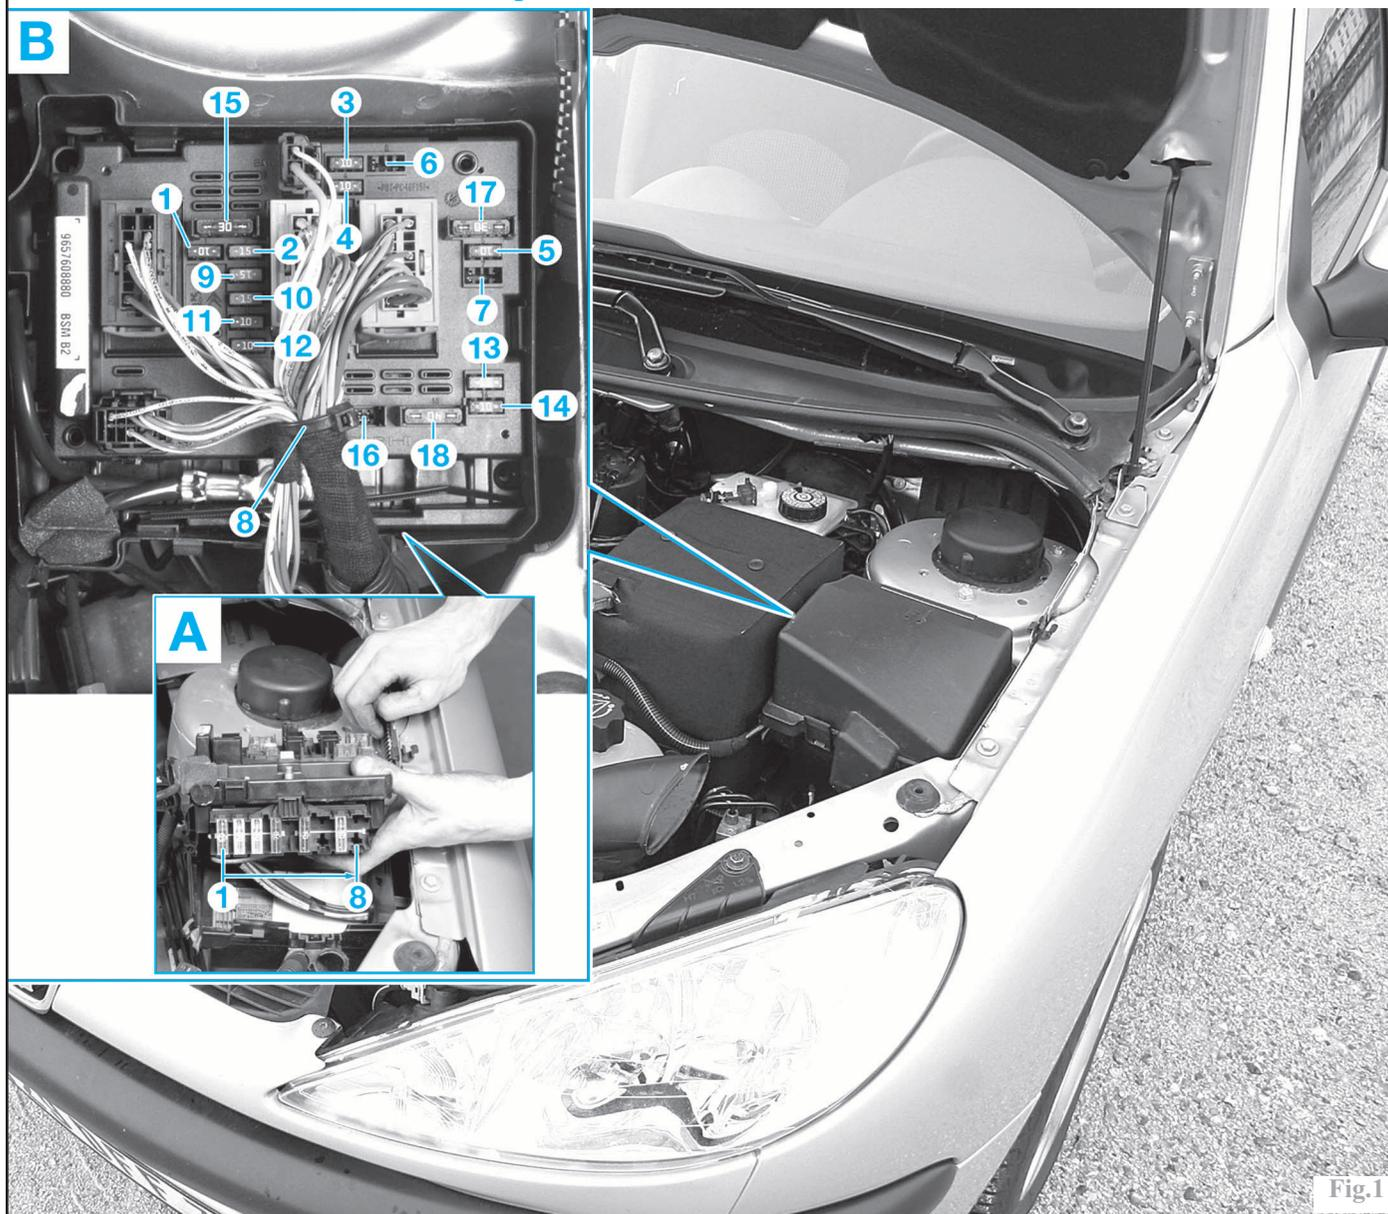

Fig.1
-dans le compartiment moteur, à côté de la batterie, sur le boîtier de servitude moteur (**BSM**) qui est constitué de 2 modules (Fig.1).
Affectation maxi fusibles (Fig.1 A)
Affectation des fusibles compartiment moteur (Fig.1 B)